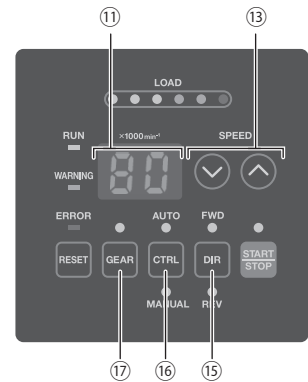

图 26
- 空气输入接头⑦设计为可接受气压在 $0.25 - 0.3\text{MPa}$ ($36.3 - 43.5\text{psi}$) 之间的冷却空气。如果气压过低，控制器将无法运行并出现故障代码。
- 冷却空气也可对马达主轴提供空气吹扫保护。即使电源开关⑨处于关闭状态，冷却空气也将继续流动。在不提供冷却空气的情况下使用控制器和选择器时，将设置参数“ $\text{P}7$ 设置空气检测功能”变更为 ON。切勿在没有空气吹扫的情况下直接将冷却液喷洒在主轴主体上。
- 使用选择器时，请勿使用控制器的空气输入接头⑦，也不要使用空气输出接头⑧。为了安全和防尘，请将随附的气塞 ($\phi 6$ 用于停止空气)，安装到空气输入接头⑦和空气输出接头⑧。空气输入可以直接连接到选择器。
- 不使用控制器的外部输入 / 输出连接器 A ③、B ④、串行 I/F 连接器时，为了保证安全和防尘，请务必安装上随附的连接器护罩。
15 - 1 选择控制模式 (MANUAL/AUTO)。(选择图 26 的控制切换按钮 (CTRL) ⑯。)
- (1) 使用控制切换按钮 (CTRL) ⑯可在手动 (前面板控制) 或自动 (外部信号源) 模式之间进行选择。外部信号源可用于从外部控制源 (CNC) 控制马达启动 / 停止、旋转方向、马达转速等。
- (2) 当从外部信号源操作时, 按下图 26 所示的控制切换按钮 (CTRL), 然后选择 AUTO。AUTO LED 指示灯将亮灯。
- (1) 设定马达旋转方向 (通过图 26 的⑮所示的旋转方向设定按钮 (DIR) 进行设定)。
- (2) 设定 500 min⁻¹ 定心作业 (通过图 26 的⑬所示的马达转速调节按钮 (SPEED) 进行设定)。
- (3) 设定齿轮比 (通过图 26 的⑰所示的齿轮比设定按钮 (GEAR) 进行设定)。